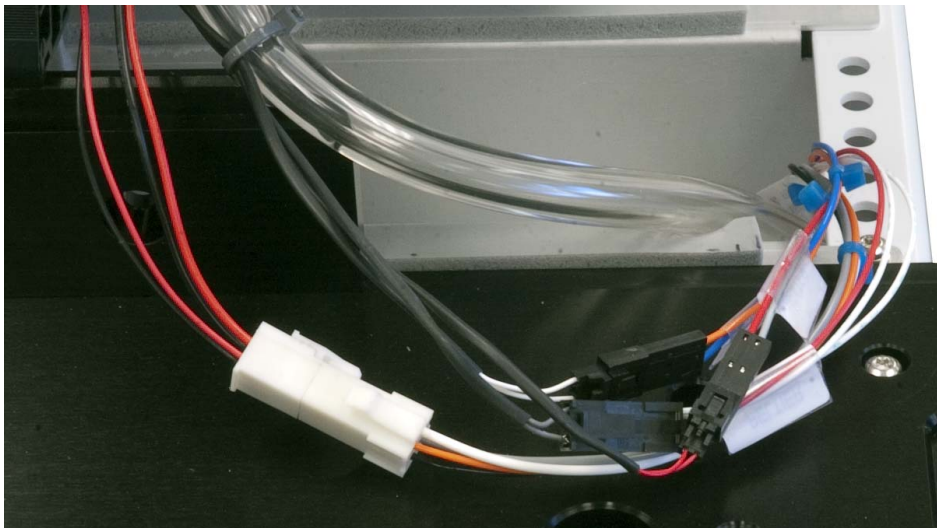

図 92 ケーブルの接続
- 38** すべてのケーブルを接続します。各ケーブルには独自のサイズのハーネスがあります。誤ったハーネスに無理に差し込まないでください (図 92)。